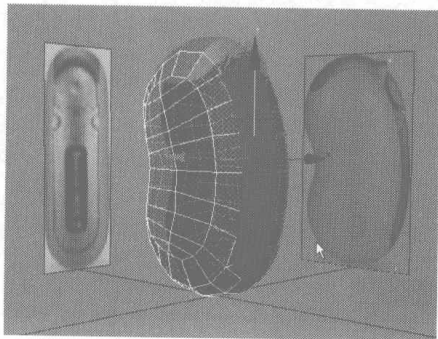

图 3.52
- 18 选择被分割出来的面，如图 3.52 所示，在 Edit Geometry 卷展栏中单击 按钮，在弹出的对话框中依照默认值进行设置，然后单击 OK 按钮，将该面单独分离出来。